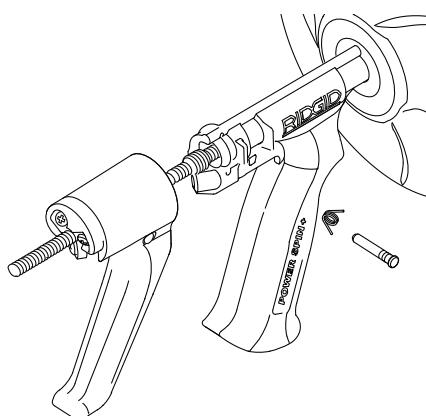

Figura 10 – Conjunto del gatillo
1. Empuje el pasador de pivot para que el extremo delgado atraviese el gatillo y separe el gatillo del mango (Figura 10). No pierda el resorte.
10. Instale el resorte y el gatillo, fijándolos con el pasador de pivot (Figura 10).